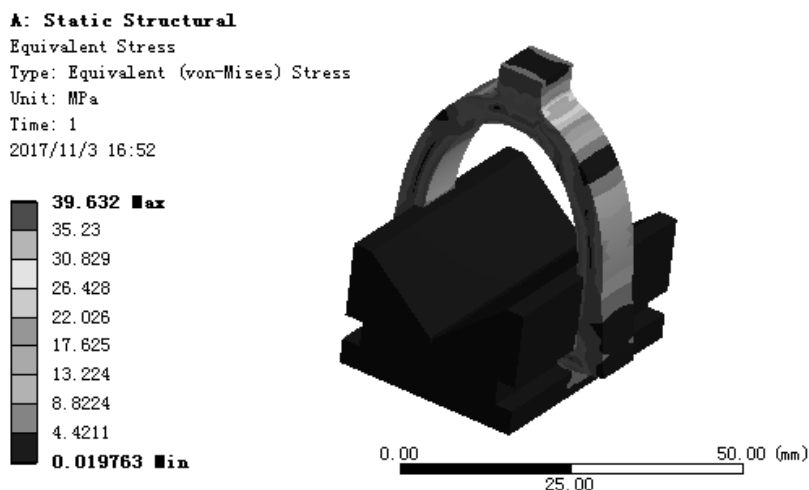

图 7.6.19 应力结果图解
(1) 求解分析。在顶部的工具栏中单击  按钮求解分析。
(2) 查看应力结果图解。在“Outline”窗口中选中  Equivalent Stress，查看图 7.6.19 所示的总应力结果，其最小应力为 0.019763 MPa，最大应力为 39.632 MPa。